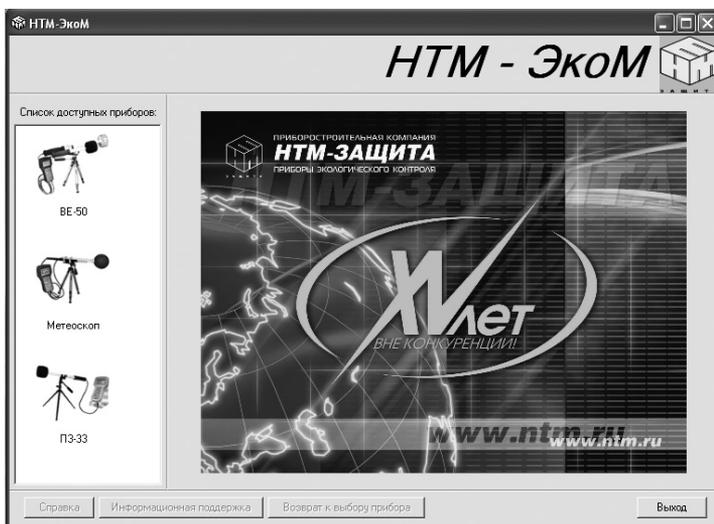

Рисунок 5. Заставка программы «HTM-ЭкоМ»
7.2.1. Приложение запускается стандартной в среде Windows процедурой - необходимо щелкнуть два раза левой кнопкой мышки на иконке «НТМ-ЭкоМ», расположенной на рабочем столе. После запуска приложения открывается общая заставка программы (рис.5):